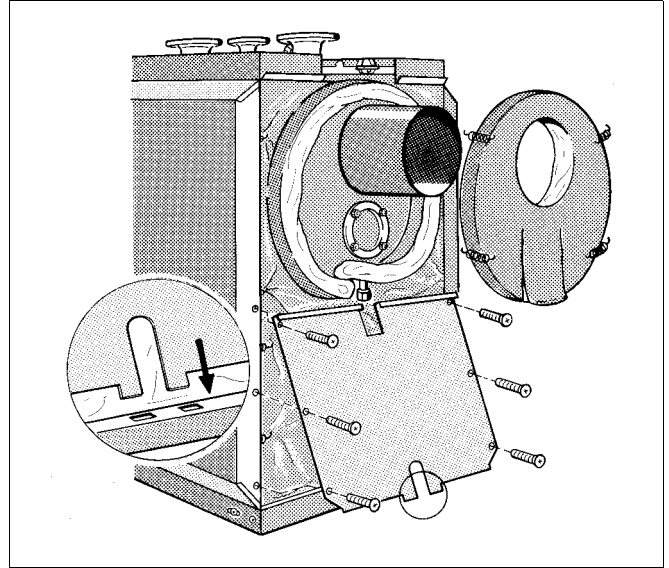

Abb. 17 Montage Wärmeschutz
- Wärmeschutzmatte für Abgassammler an Sammlerfläche anlegen und mit 4 Spannfedern an Wärmeschutzstreifen befestigen (Abb. 17).
- Unteres Rückwandteil unten mit den beiden Laschen in die Schlitz der hinteren Rahmenleiste einsetzen und mit Blechschrauben an Seitenwandabkantung festschrauben (Abb. 17).